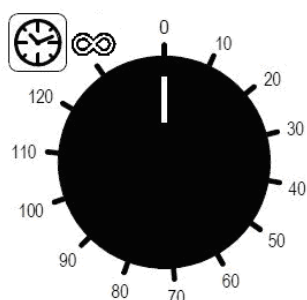

Fig.4
**Programmazione tempo di cottura** - La messa in funzione del forno si effettua ruotando la manopola del programmatore (Fig.4) in corrispondenza del simbolo  $\infty$  (funzionamento continuato) o in corrispondenza del tempo scelto per la cottura (fino a 120 minuti); nel secondo caso la fine della cottura viene segnalata dallo spegnimento automatico del forno.